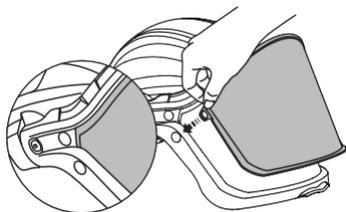
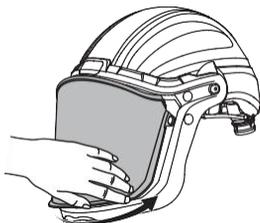
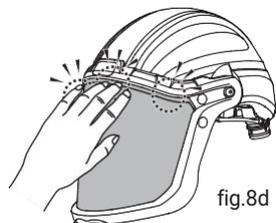

fig.8a
fig.8b
fig.8d
- Insérez un côté de la visière dans la fente (voir fig. 8a), puis insérez l'autre côté de la visière dans la fente (voir fig. 8b / 8c). Appuyez sur le centre du bord supérieur de la visière vers l'intérieur depuis l'extérieur jusqu'à entendre un "clic" pour fixer la visière (voir fig. 8d). Placez les boucles à la position indiquée et faites glisser les loquets fermement vers le bas jusqu'à entendre un "clic" (voir fig. 8e).